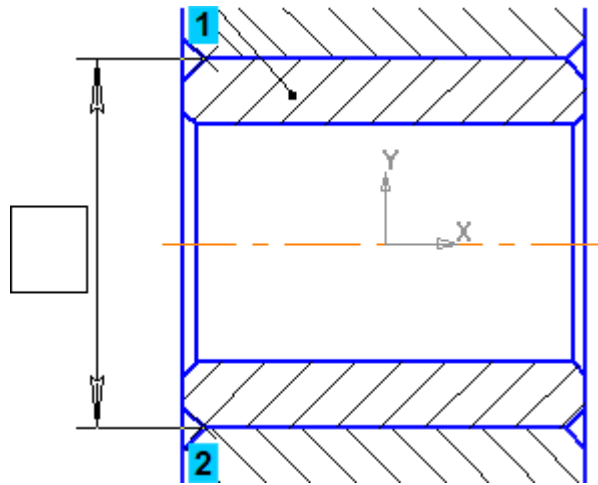

Рисунок 13.
- Укажите точки 1 и 2 привязки размера (рис. 13).